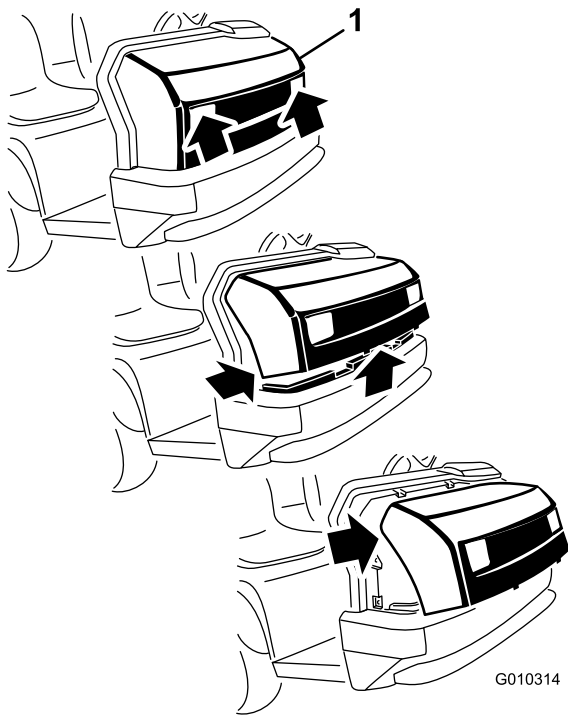

图28
1. 通过大灯开口抓住机罩的同时，提起机罩以便从机架槽中松开下安装凸耳（图28）。
2. 将机罩的底部向上旋转，直至可将上安装凸耳从机架槽中拉出（图28）。
3. 将机罩的顶部向前旋转，从大灯上拔出电线接头（图28）。
2. 将顶部安装凸耳插入机架槽中（图28）。
3. 将下部安装凸耳插入机架槽中（图28）。